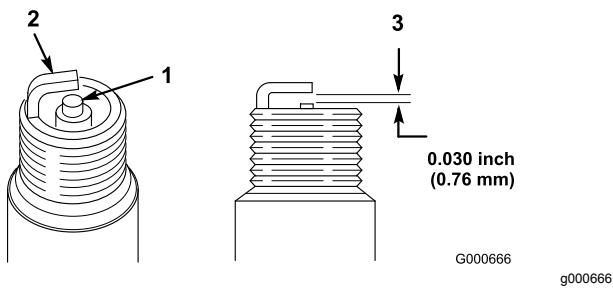

Figure 29
- Examinez le centre de la bougie (Figure 29). Si le bec isolant est recouvert d'un léger dépôt gris ou brun, le moteur fonctionne correctement. S'il est recouvert d'un dépôt noir, cela signifie généralement que le filtre à air est encrassé.
2. Contrôlez l'écartement entre les électrodes centrale et latérale (Figure 29) et pliez l'électrode latérale si l'écartement est incorrect.